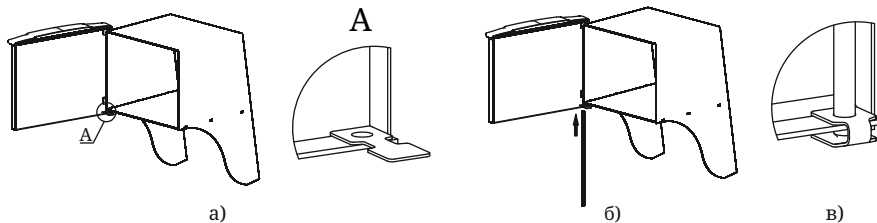

Рисунок 6. Установка дверцы при монтаже печи
2. Установите дверцу на втулки топливного канала, совместив отверстия (рисунок 6.а);
- каркаса (рисунок 6а);
3. Вставьте ось через отверстия снизу вверх (рисунок 6.б),
4. Подогните упор, фиксируя конец оси между площадками упора (рисунок 6.в).